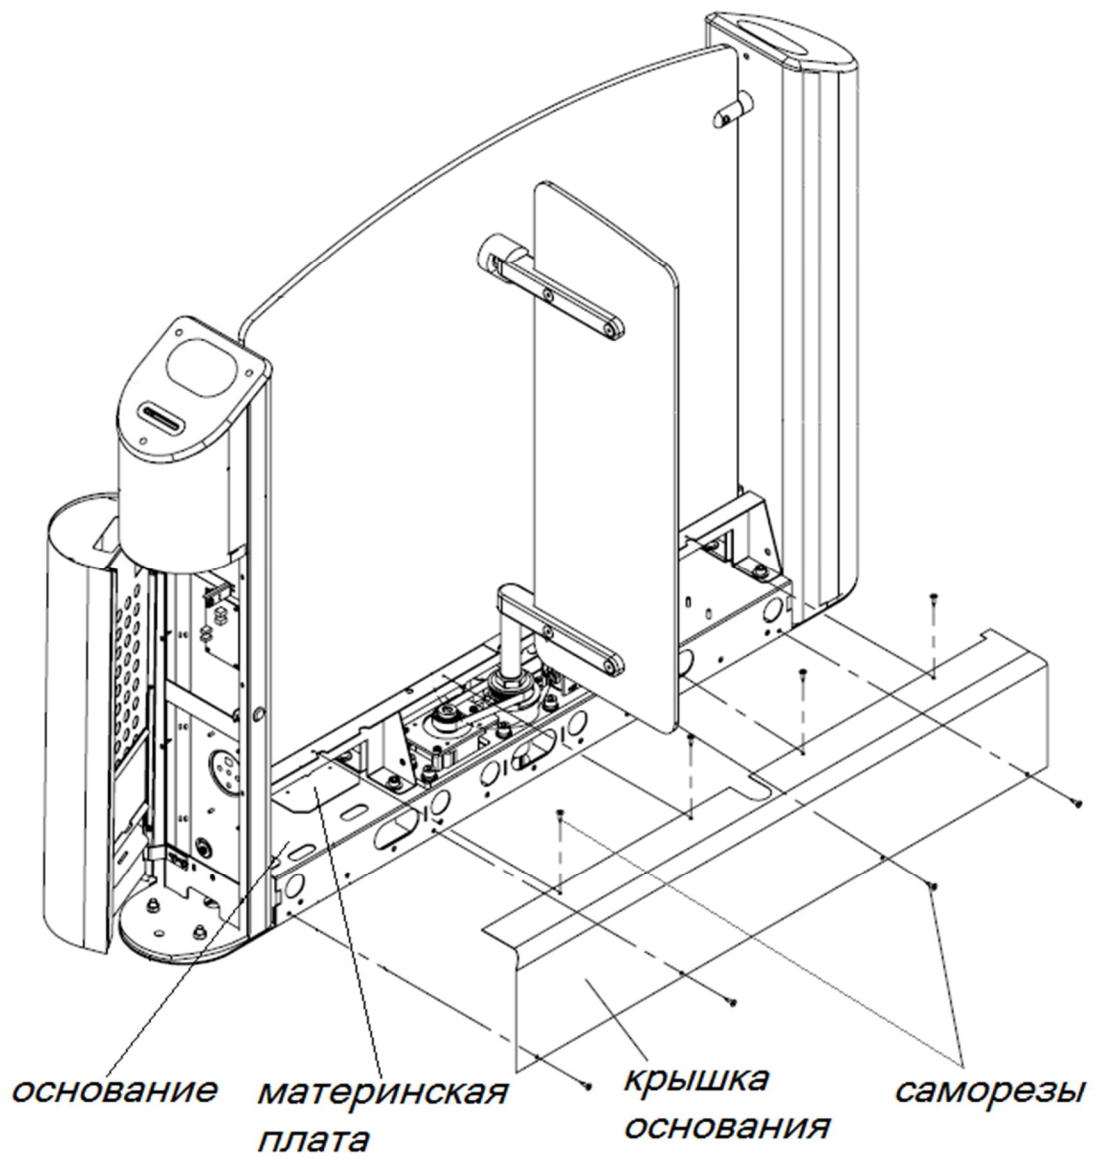

Рис. 1.
3.2. Для того чтобы получить доступ к необходимым узлам турникета нужно снять крышку основания, выкрутив саморезы (рис. 1).